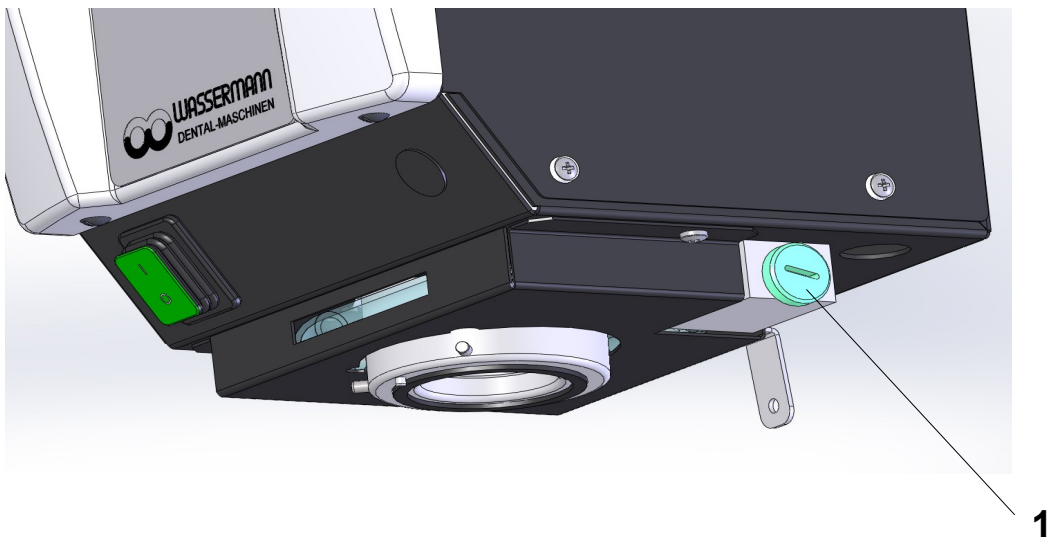

Bild 5
Drehen Sie dazu die Schlitzschraube (1) heraus. Der Filtereinsatz hängt lose im vorderen Teil der Schraube. Nach dem Wechsel ist die Schraube wieder *handfest* anzuziehen (O-Ringe nicht vergessen!). (Bild 5)